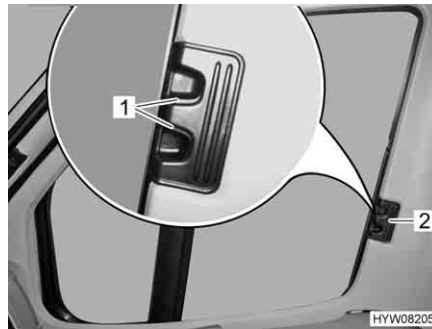

Fig. 83 Dispositif occultant plissé pour la fenêtre côté conducteur/passager
- Presser les poignées de déverrouillage (Fig. 83,1) et les maintenir pressées.
- Tirer les dispositifs occultants plissés pour les fenêtres côté conducteur et côté passager par la poignée (Fig. 83,2) vers l'autre côté de la fenêtre et les rassembler au niveau de la piste magnétique.
- Pousser les dispositifs occultants plissés pour les fenêtres côté conducteur et côté passager jusqu'à la butée au niveau de la poignée (Fig. 83,2).
- Lâcher les poignées de déverrouillage (Fig. 83,1) et les faire s'enclencher.